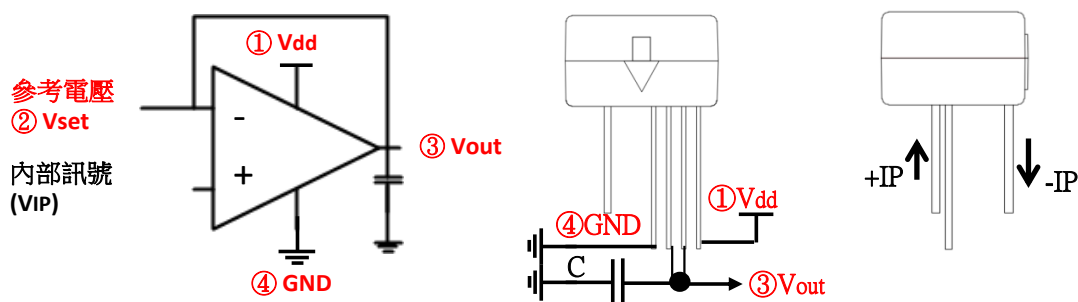

Fig. 3
2. 量測零電流電壓  $V_{0A}$  (內部訊號  $V_{IP}$ ):  $V_{set}$  與  $V_{out}$  短路，如圖 Fig. 3，輸出  $V_{out}$  需接電容性負載至 GND，建議值為 0.01uF。(內部使用比較器，比較器沒有內建相位補償電容，如果用於負回授放大會產生震盪，需於輸出端並接電容器)